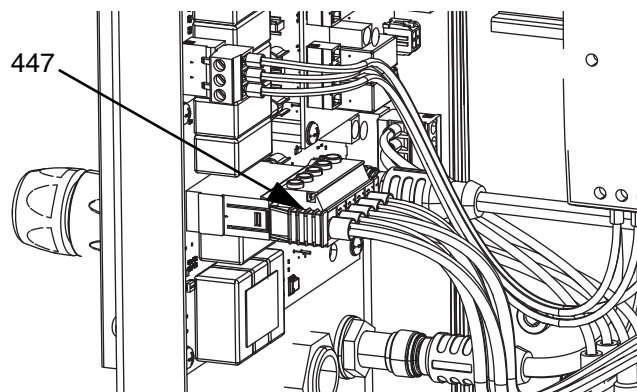

FIG. 17
- Anslut CAN-kabeln som medföljer expansionsmodulen till hållare 2 (B2) på AMZ 1 i värmeregleringsboxen (S).
- Anslut kablaget (479) från expansionsmodulen till AMZ1 som visas i FIG. 17.